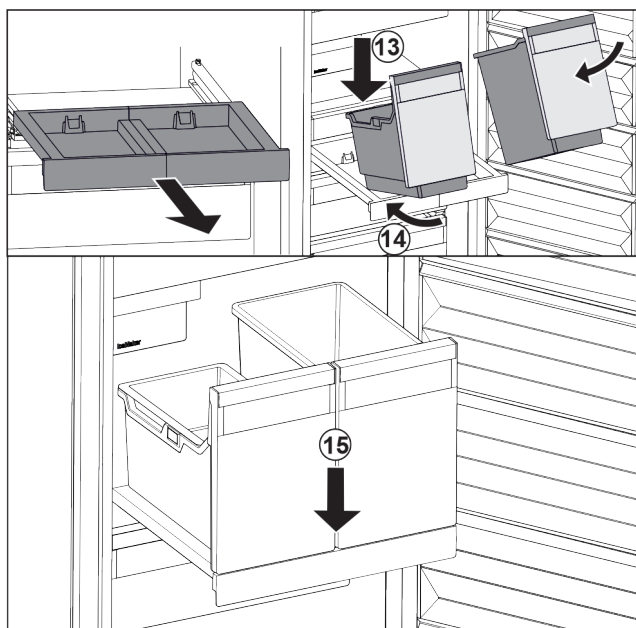

Fig. 144
- ▶ Helyezze ferdén a kihúzható rácsra a tárolókat. Fig. 144 (13)
- ▶ Tolja be ferdén hátra a tárolókat. Fig. 144 (14)
- ▶ Helyezze le a tárolók elejét. Fig. 144 (15)